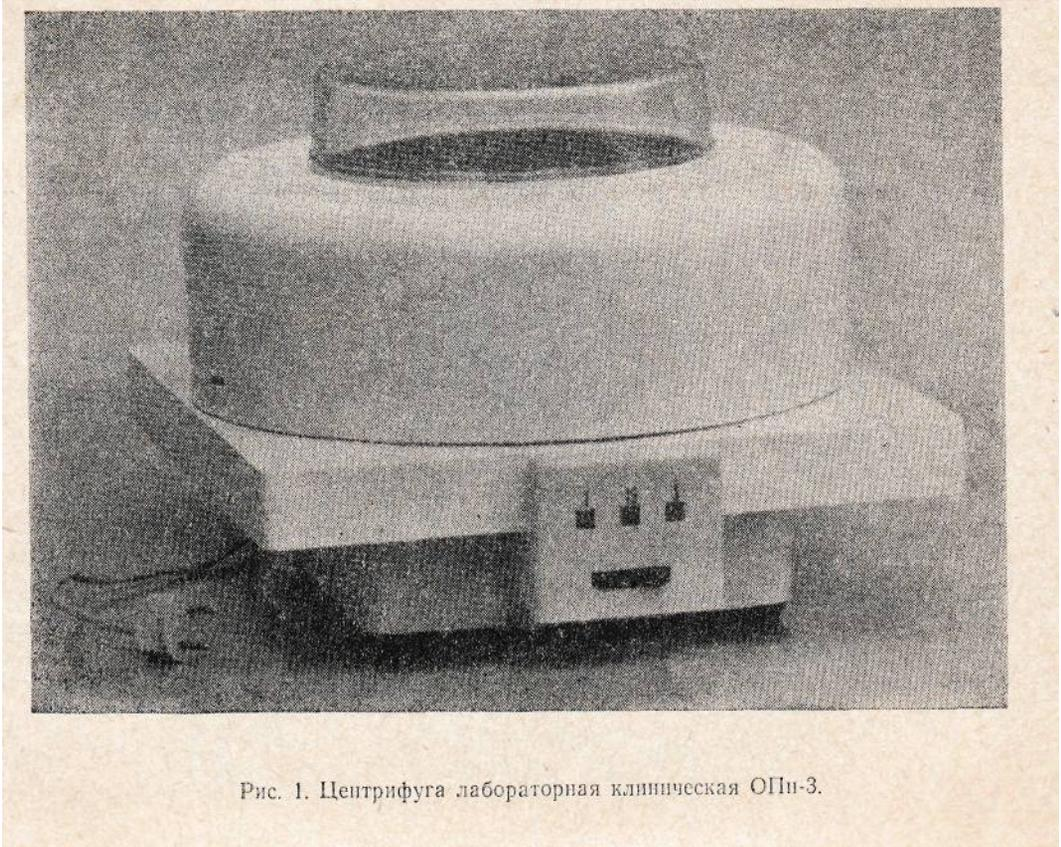

Рис. 1. Центрифуга лабораторная клиническая ОПИ-3.
1. 1. Центрифуга лабораторная клиническая (рис. 1) ОПн-3 (в дальнейшем центрифуга) является центрифугой периодического действия, обычной переносной с частотой вращения до 3000 об/мин (50 с^{-1}), предназначенной для разделения неоднородных жидких систем плотностью до 2 г/см^3 в поле центробежных сил.